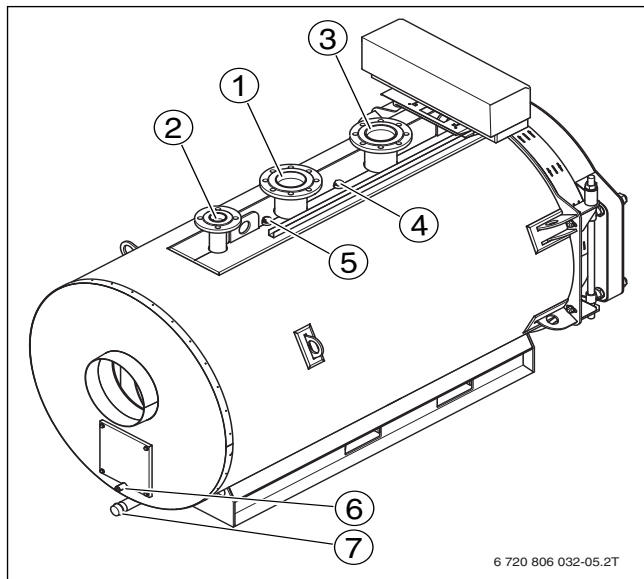
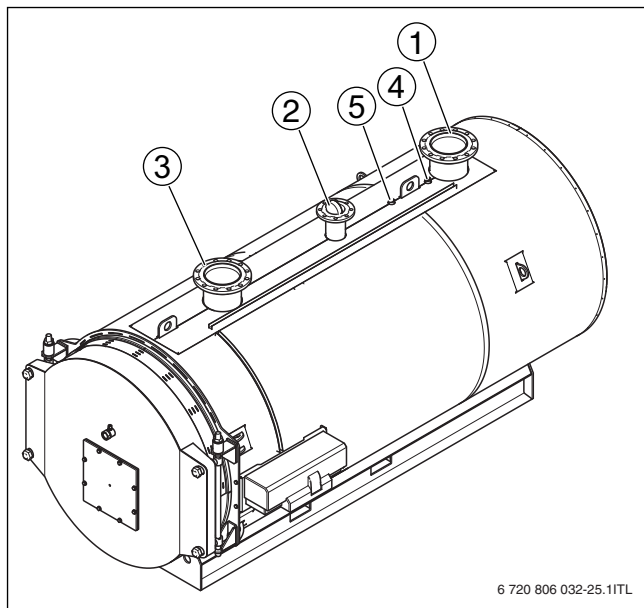

Рис. 15 Котёл Logano 120 - 1200 кВт (слева = задняя сторона котла)
Рис. 16 Котёл Logano 1400 - 1850 кВт (слева = передняя сторона котла)
- ▶ Подсоедините обратную линию системы отопления к месту её подключения на котле (→ рис. 15 и рис. 16, стр. 18, [3]).
- ▶ Подсоедините подающую линию системы отопления к месту её подключения на отопительном котле (→ рис. 15 и рис. 16, [1]).
- ▶ Закрепите предохранительный клапан четырьмя винтами на подключении предохранительной линии VSL (→ рис. 15 и рис. 16, [2]).